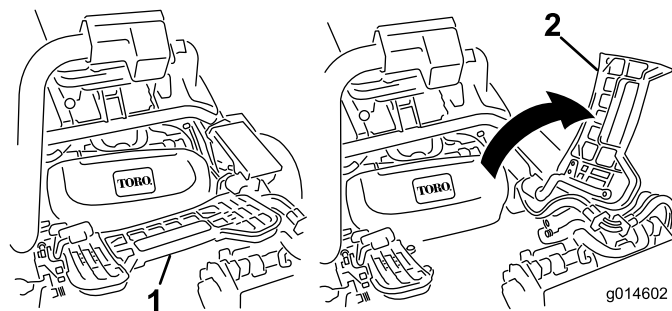

Figura 34
2. Levante el reposapiés y gírelo hacia arriba, para tener acceso a la posición de la unidad de corte central (Figura 34).